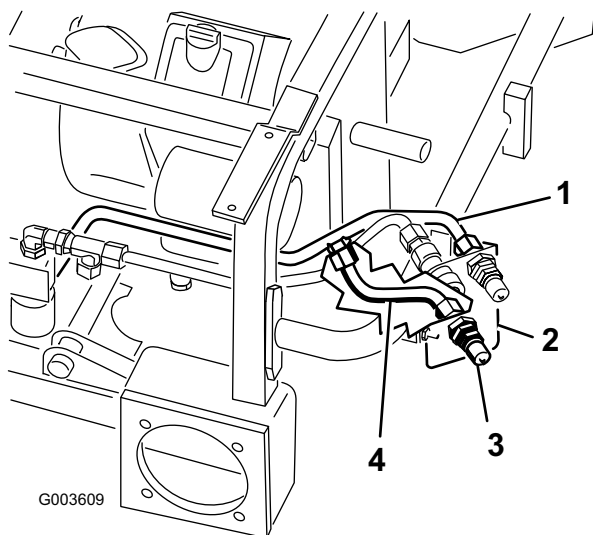

Figure 16
7. Raccordez, sans la serrer, la conduite hydraulique N° 5 à la conduite hydraulique N° 1 et au raccord mâle inférieur (Figure 16).